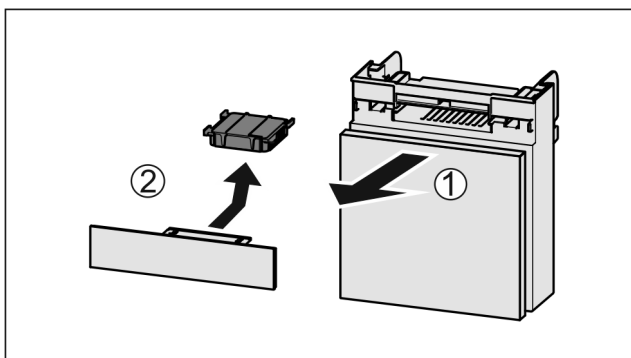

Fig. 147
- ▶ Trekk ut Fig. 147 (1) hyllen fremover.
- ▶ Ta ut Fig. 147 (2) aktivkullfilteret.